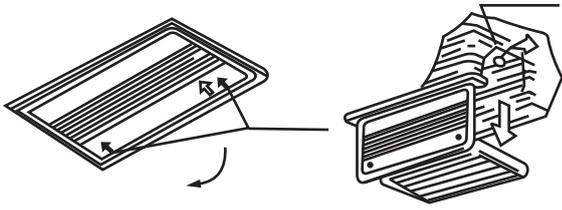

图5.3 风管天井式
- ②对于风管式，将进风面板的卡扣沿箭头方向滑动，向下打开进风格栅；将空调机身下部的滤尘网压块回转，取下进风格栅（见图5.3）。